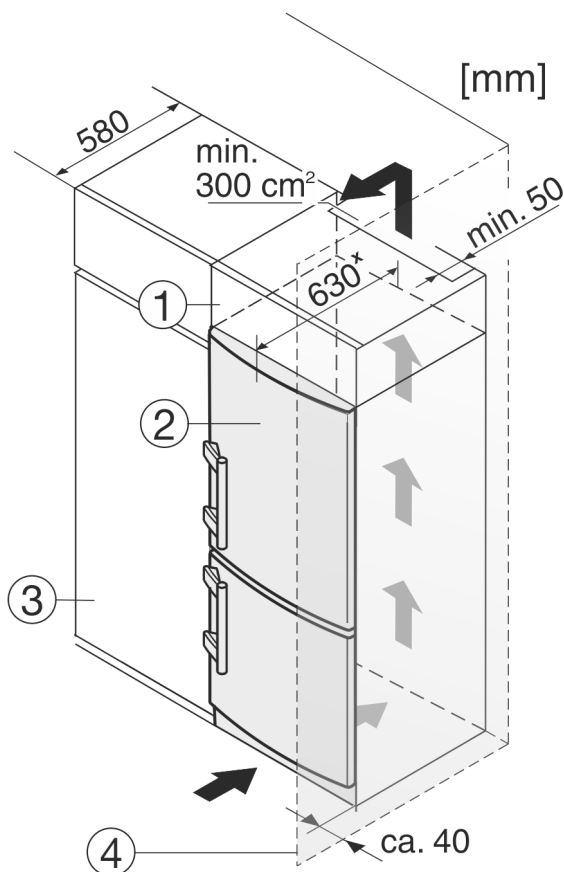

Fig. 9
- (1) Mobile da appoggio (2) Apparecchio (3) Mobile da cucina (4) Parete
L'apparecchio può essere incassato in mobili da cucina. Per adattare l'apparecchio Fig. 9 (2) all'altezza della cucina componibile, è possibile applicare sopra l'apparecchio un mobile da appoggio Fig. 9 (1).
Per il montaggio tra due mobili da cucina (profondità max 580 mm) è possibile posizionare l'apparecchiatura direttamente accanto al mobile da cucina Fig. 9 (3). L'apparecchiatura sporge rispetto al frontale del mobile da cucina di 34 mm * ai lati e di 50 mm * al centro dell'apparecchiatura.
Se si installa l'apparecchiatura con le cerniere accanto a una parete Fig. 9 (4), la distanza tra l'apparecchiatura e la parete deve essere di almeno 40 mm, che corrisponde alla sporgenza della maniglia a porta aperta.